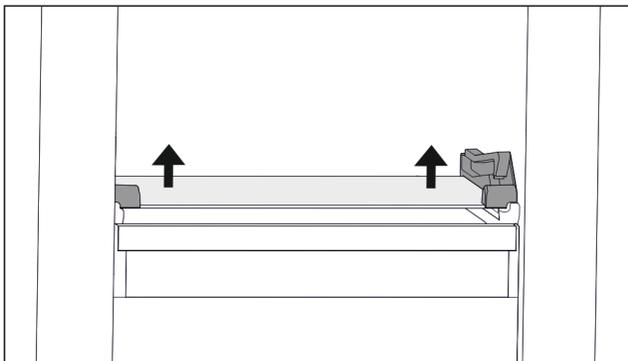

Fig. 107 Tablette en verre du tiroir basculable
- ▶ Appuyer des deux côtés sur la tablette en verre de bas en haut. (voir Fig. 107)